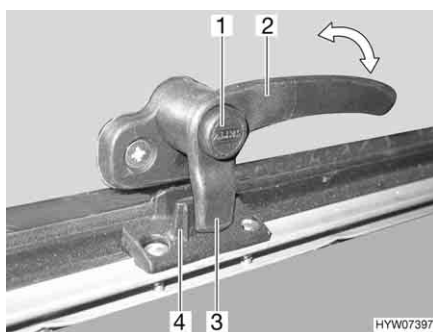
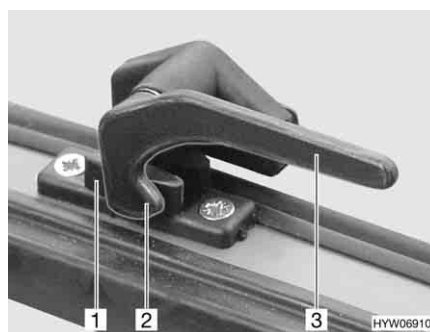

Fig. 92 Palanca de bloqueo con botón de seguridad en la posición de "cerrado"
Fig. 93 Palanca de bloqueo en la posición de "abierto"
- Si existe, pulsar el botón de seguridad (Fig. 92,1) y mantenerlo pulsado.
- Girar la palanca de bloqueo (Fig. 92,2 ó Fig. 93,3) un cuarto de vuelta hacia la mitad de la ventana.
- Girar la palanca de bloqueo (Fig. 92,2 ó Fig. 93,3) un cuarto de vuelta hacia el marco de la ventana. El saliente de bloqueo (Fig. 92,3 ó Fig. 93,2) de la palanca de bloqueo se encuentra en la cara interior del bloqueo de la ventana (Fig. 92,4 ó Fig. 93,1).
- En la posición "cerrada fijamente" (Fig. 92 y Fig. 93)